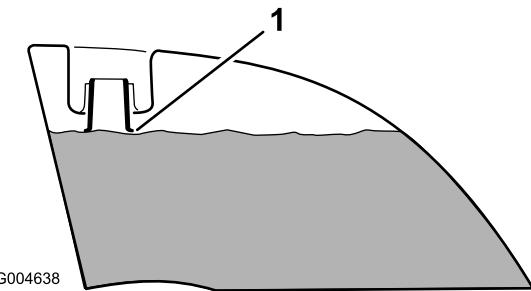

Figura 12
4. Añada combustible a ambos depósitos hasta que el nivel llegue al extremo inferior del cuello de llenado (Figura 12). **No llene demasiado los depósitos.**